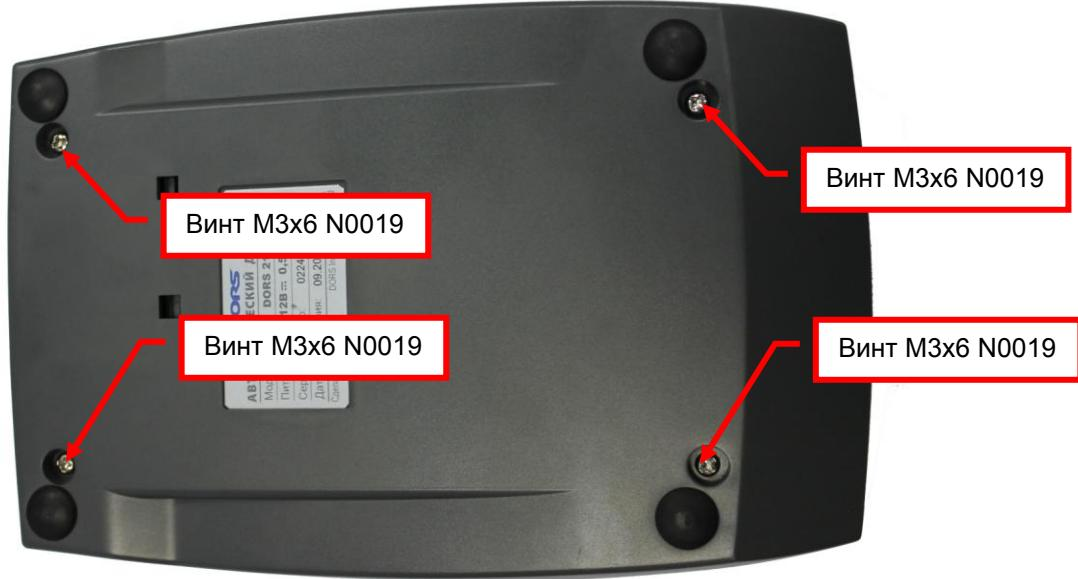

Рис. 8.1
8.1.1 Вывинтите, с помощью отвертки Ph2, винты M3x6 N0019 (4 шт.) (см. рис. 8.1).